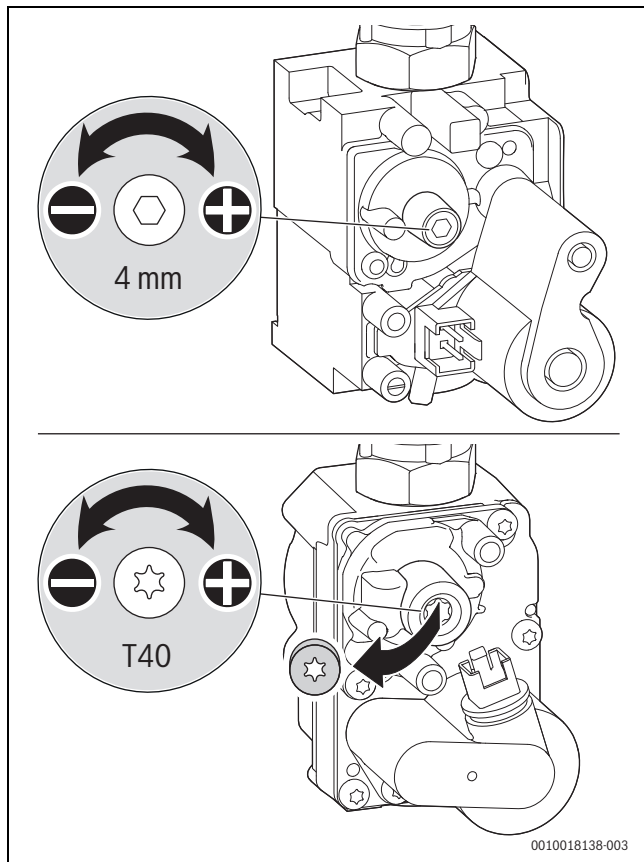

Bild 51 CO2- oder O2-Gehalt einstellen
- ▶ Plombe an der Einstellschraube der Gasarmatur entfernen (nur bei der unteren Gasarmatur in Bild 51) und CO2- oder O2-Gehalt für minimale Nennwärmeleistung einstellen.